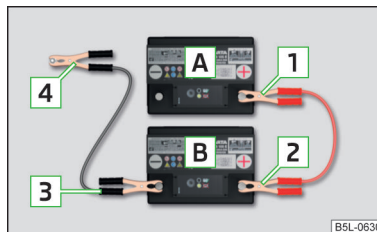

Fig. 205
- Prindeți clema **1** la polul plus al bateriei descărcate **A** » fig. 205.